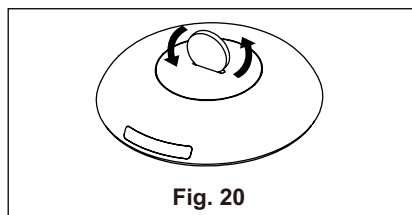

Fig. 20
- 2.** Utilizzare una moneta o qualcosa di simile per ruotare il coperchio in senso antiorario per aprirlo. (Fig. 20 e 21)